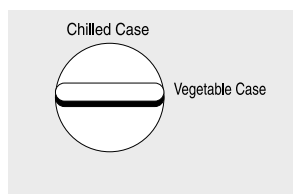

Figura 58
- Si lo utiliza como cajón de verduras. (Figura 58)